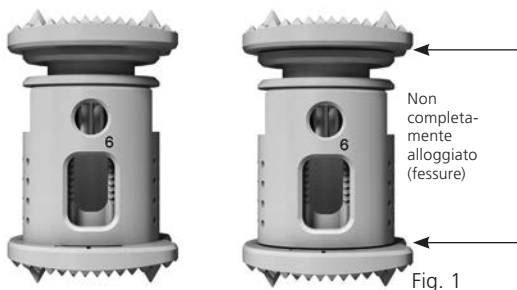

Fig. 1
- Quando si esercita pressione sulle placche terminali, verificare che siano alloggiato correttamente sul corpo centrale. Ciò può essere verificato visivamente. Se la placca terminale non è alloggiato correttamente, esiste il rischio che si stacchi dal corpo centrale (vedi Fig. 1).